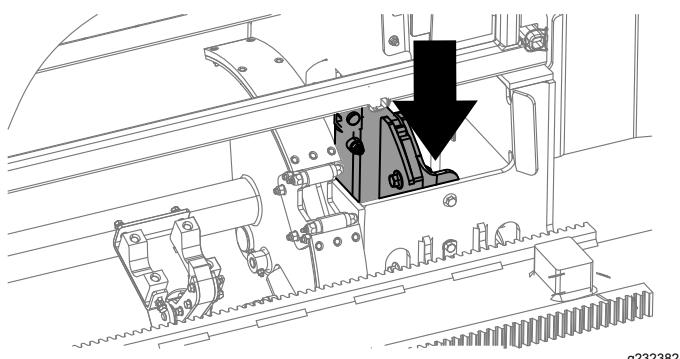

Figura 28
- Mantenga pulsada la sección inferior del interruptor basculante (Figura 27) hasta que el conjunto de leva gire a la fila seleccionada y el elevador baje el tubo al hueco (Figura 28).